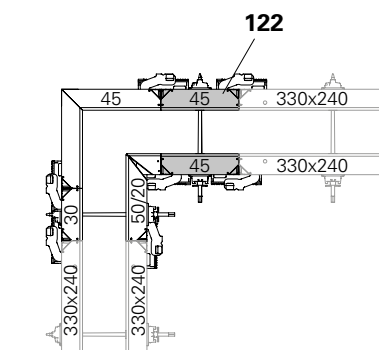

Fig. C1.08
MX 330 x 45 (102). (Fig. C1.08)